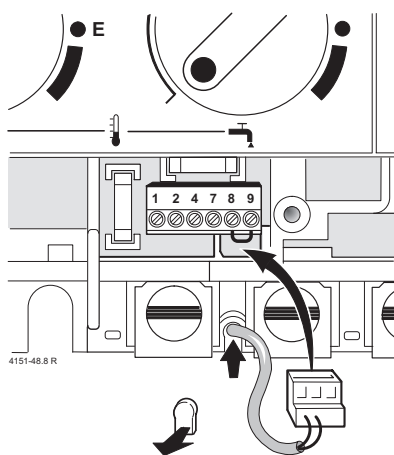

Bild 15
- Speichertemperaturfühler SF 3, Best. Nr. 7 729 002 288 verwenden (Fühler Ø 6 mm), Bild 15.